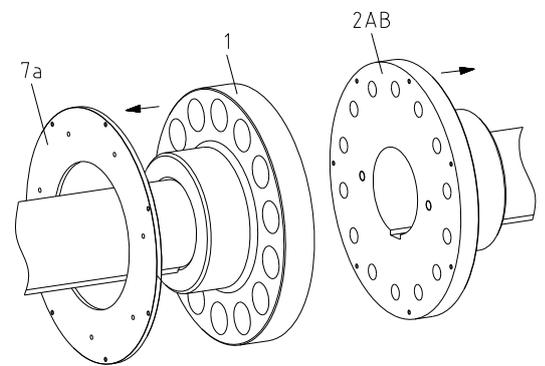

Bild 12
- Hängen Sie die Scheibe (Bauteil 7a) auf die Welle für die Nabe Teil 1 (Bauteil 1) (siehe Bild 12).
- Montieren Sie die Naben auf die Wellen der An- und Abtriebsseite so, dass die Planflächen der Kupplungsnaben bündig mit den Stirnflächen der Wellen abschließen (siehe Bild 12).